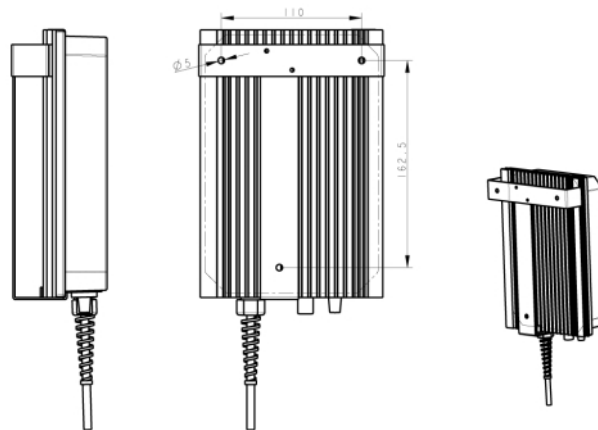

Abbildung 1: Abmessungen und vorgeschriebene Einbaulage des Wechselrichters Gridfit 250
- Um eine freie Konvektion der das Gerät umgebenden Luft gewährleisten zu können, muß der Wechselrichter gemäß der Angaben in Abbildung 1 installiert werden. Insbesondere ist um die Gehäuseflächen ein Abstand von mindestens 30 mm zur Kühlung vorzusehen. Der Abstand zu einer begrenzenden Fläche zum Kühler sollte größer als 30 mm sein.